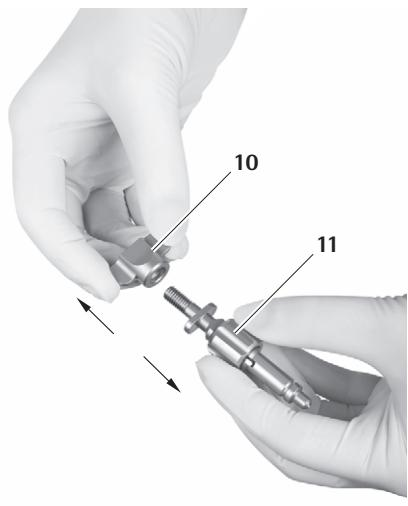

Abb. 17
► Flügelmutter **10** des Haltearmadapters **11** abschrauben, siehe Abb. 17.